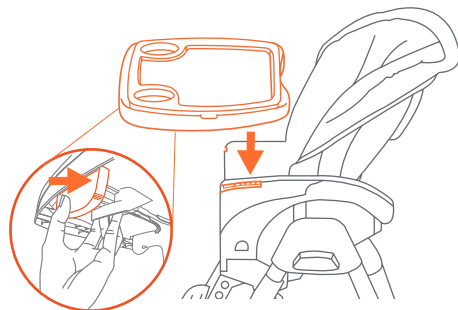

Fig. 8a
8) • Para colocar la bandeja, apriete el controlador de liberación ubicado debajo de la bandeja y presione firmemente en las ranuras de posicionamiento (Fig. 8a).